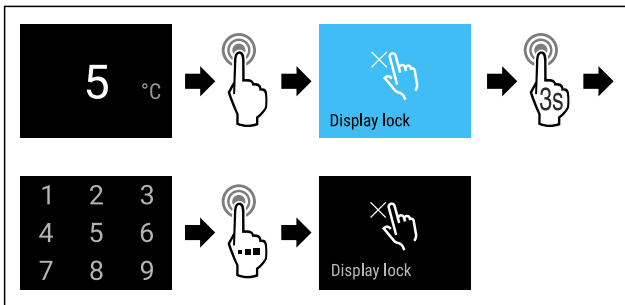

Fig. 80
- ▶ Провести етапи операцій (див. Fig. 80).